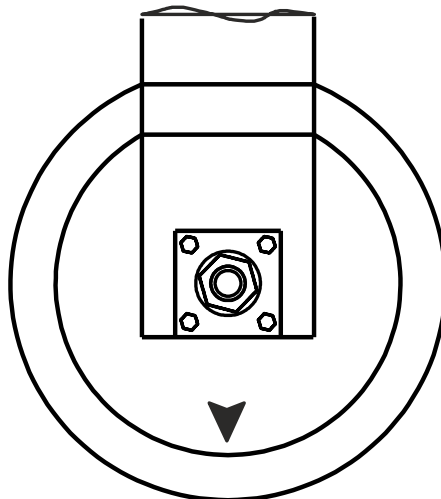

Рисунок 4 – Установка колеса по метке
- 3) Прокрутить колесо и установить меткой вниз (см. рисунок4).